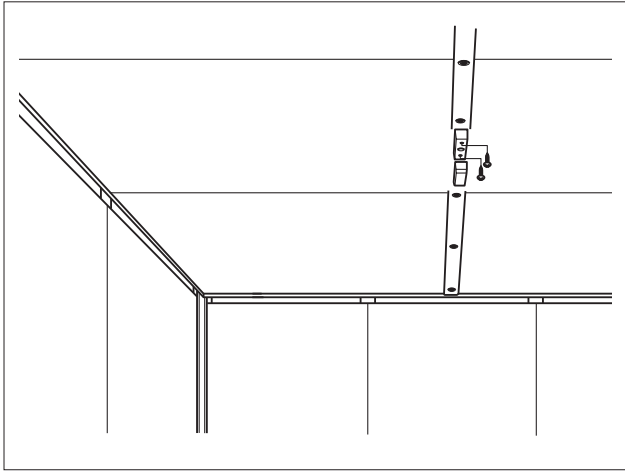
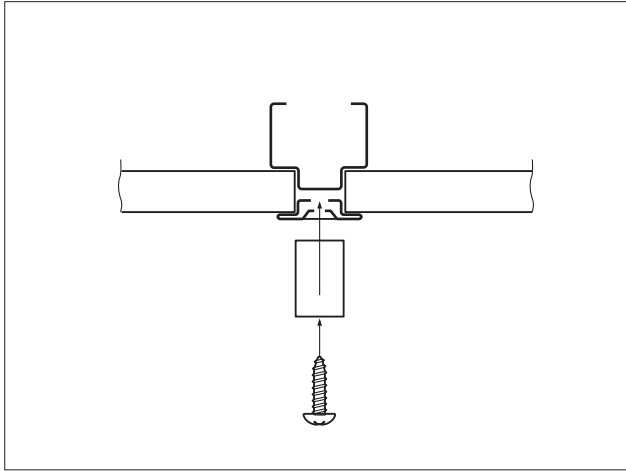

図80
図81
- (8) ローゼットを天井目地に取り付けます。(図80、図81)